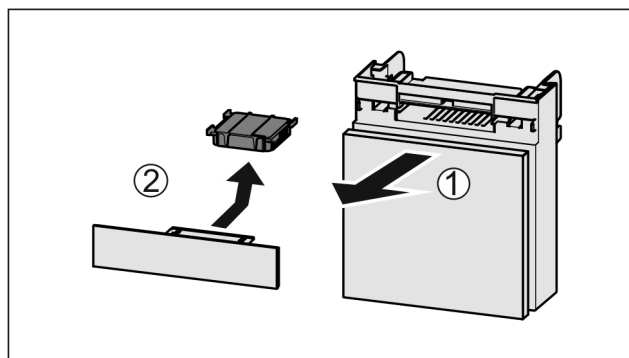

Fig. 159
- Потягніть Fig. 159 (1) відділення вперед.
- Витягніть Fig. 159 (2) фільтр з активованого вугілля.